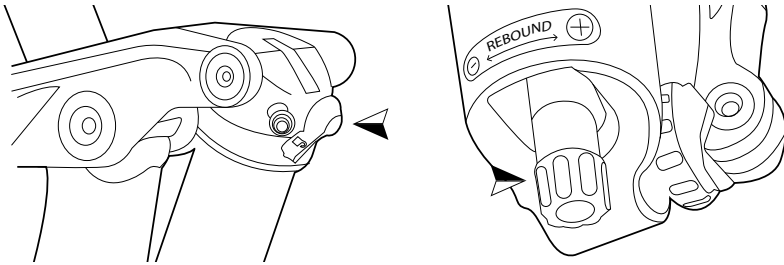

Afbeelding 23. Werking van de ventieldop
- Schroef de ventieldop los om bij het ventiel van de schokdemper te kunnen. Hier kan je de luchtdruk aanpassen (zie *Afbeelding 23*).